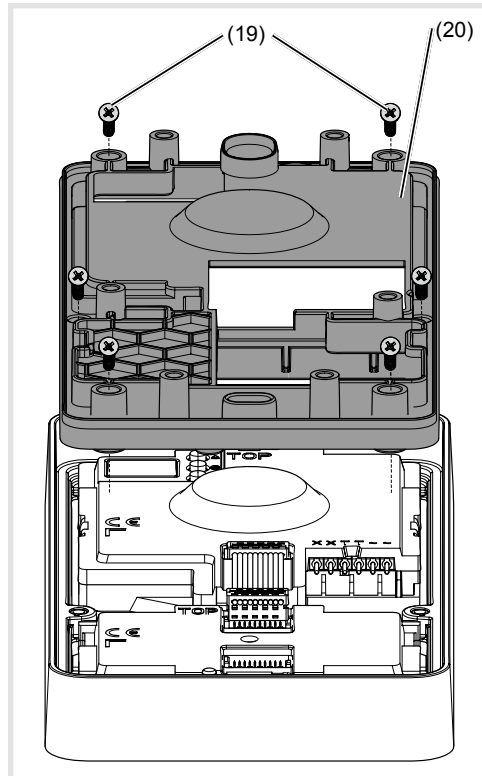

Bild 20: Demontage der Modulhalterung
- Schrauben (19) der hinteren Modulhalterung (20) mit einem Schraubendreher lösen und diese dann abziehen (Bild 20).